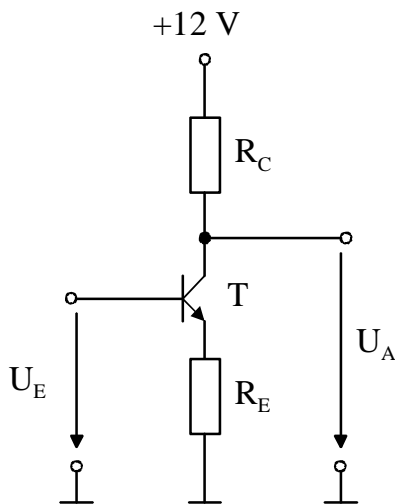

Bild 3-1 Transistorschaltung
Die Schaltung nach Bild 3-1 besteht aus dem Transistor T und den Widerständen R_C und R_E . Für den Transistor gelte die in Bild 3-2 dargestellte idealisierte Eingangskennlinie.
- Zeichnen Sie das Kleinsignal-Ersatzschaltbild der Anordnung nach Bild 3-1 und geben Sie an, um welche Transistor-Grundsaltung es sich handelt.